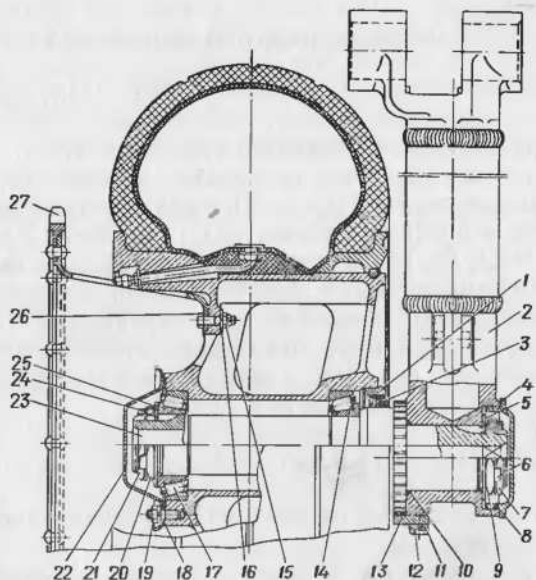

Рис. 2. Каток с осью, звездочкой и балансиром в сборе:
2. Отвернуть заглушку 4 (рис. 2), вывернуть два болта 12 и снять стопорный сухарь 13. Отстопорить и отвернуть гайки 7 и 9 и снять шайбы 5 и 6.